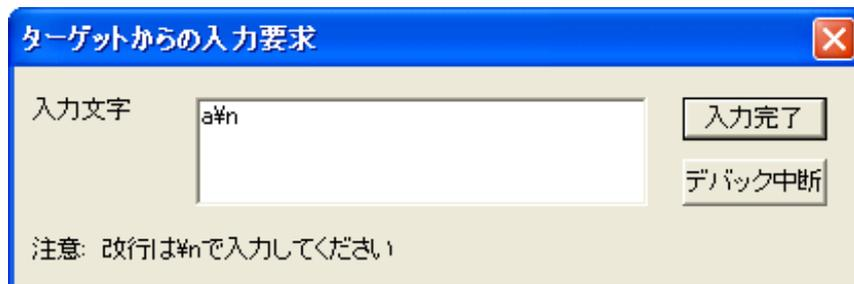

図 28 入力要求
ウォッチ変数を追加したら、[F10]キーを入力するか[ステップ実行]ボタンを押します。ソース中の`getchar()`の呼び出しにより、図 28のようなウィンドウが表示されますので、入力文字としてアルファベット 1 文字と"%n"をタイプし[入力完了]ボタンを押してください。
- デバッグ中は標準出力がログウィンドウに表示され、標準入力とは図 28 のような入力画面から行いますが、リリースコンパイル(ROM化)を行った際は、標準入出力はシリアル 1 と接続されます。デバッグ時と同じ方法でシリアル 1 とパソコンを接続し、パソコンでターミナルソフトを実行することで、標準出力をターミナル画面に表示し、標準入力へ入力を行うことができます。